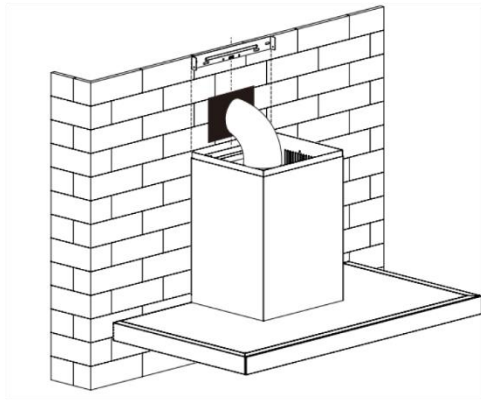

**Abb. 7**
6. Befestigen Sie die Halterung für den Außenschornstein mit 2 Schrauben St4\*8mm am Außenschornstein und achten Sie darauf, dass der Innenschornstein frei darin eingestellt werden kann. Bringen Sie das Gehäuse mit 2 Schrauben St4\*40mm an. Siehe Abb. 7 und 8.